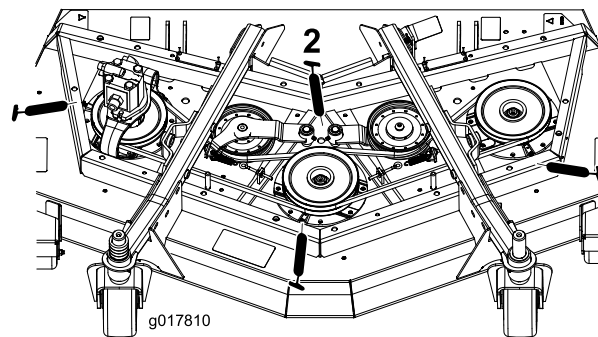

Figura 62
- Cojinetes de eje (3) (situados debajo de la polea) (Figura 62).
- Casquillos del pivote del brazo tensor (2) (Figura 62)